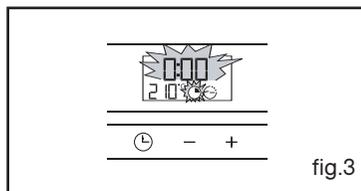

fig.3
- l'indicateur de durée de cuisson et 0:00 clignotent (fig.3).
Après avoir réglé la luminosité de votre choix, attendez quelques secondes et remettez votre programmeur à l'heure du jour (fig.3).